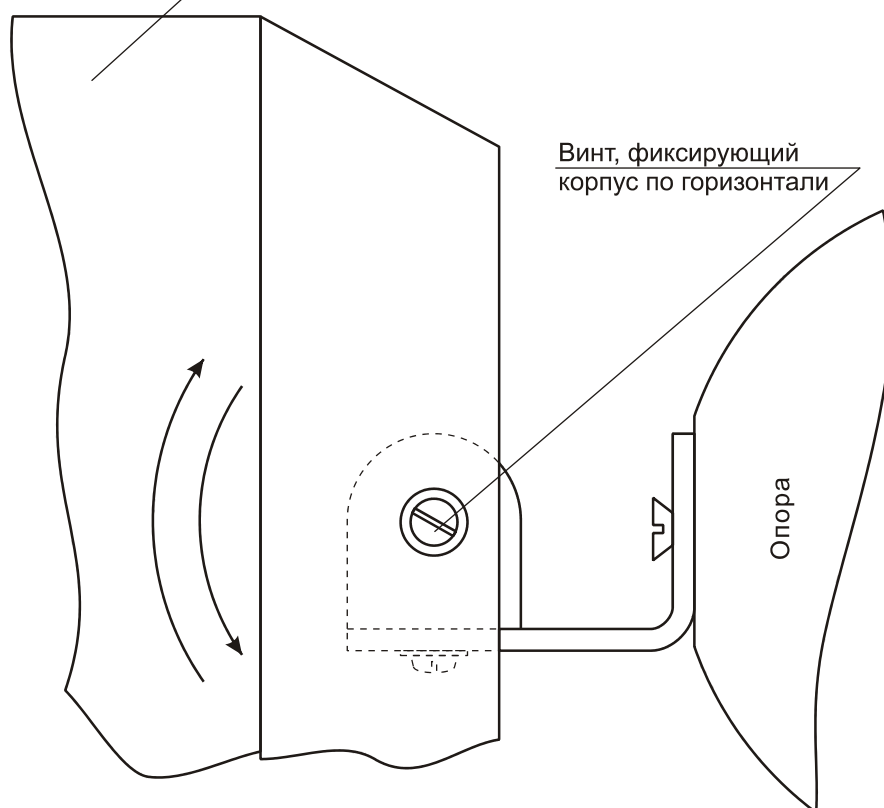

Рисунок 1.3 - механизм юстировки и фиксации корпусов ПРМ и ПРД на опорном кронштейне
- 1.4.8. При юстировке КРСО на рубеже используются монтажные части, позволяющие в зависимости от рельефа местности изменять положение ПРМ или ПРД в двух плоскостях и фиксировать найденное положение винтами (рисунок 1.3).